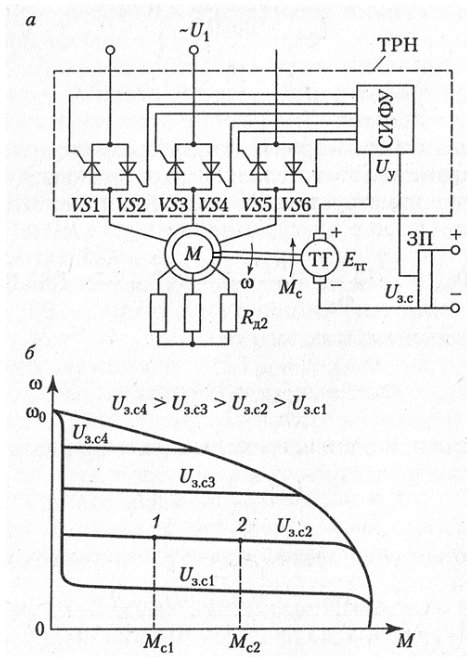

Рис. 1
1. Указать элементы электрической принципиальной схемы (одной из схем рис. 1), объяснить процесс пуска электродвигателя; возможности регулирования частоты вращения; особенности работы данного электропривода. Объяснить механические характеристики электропривода.